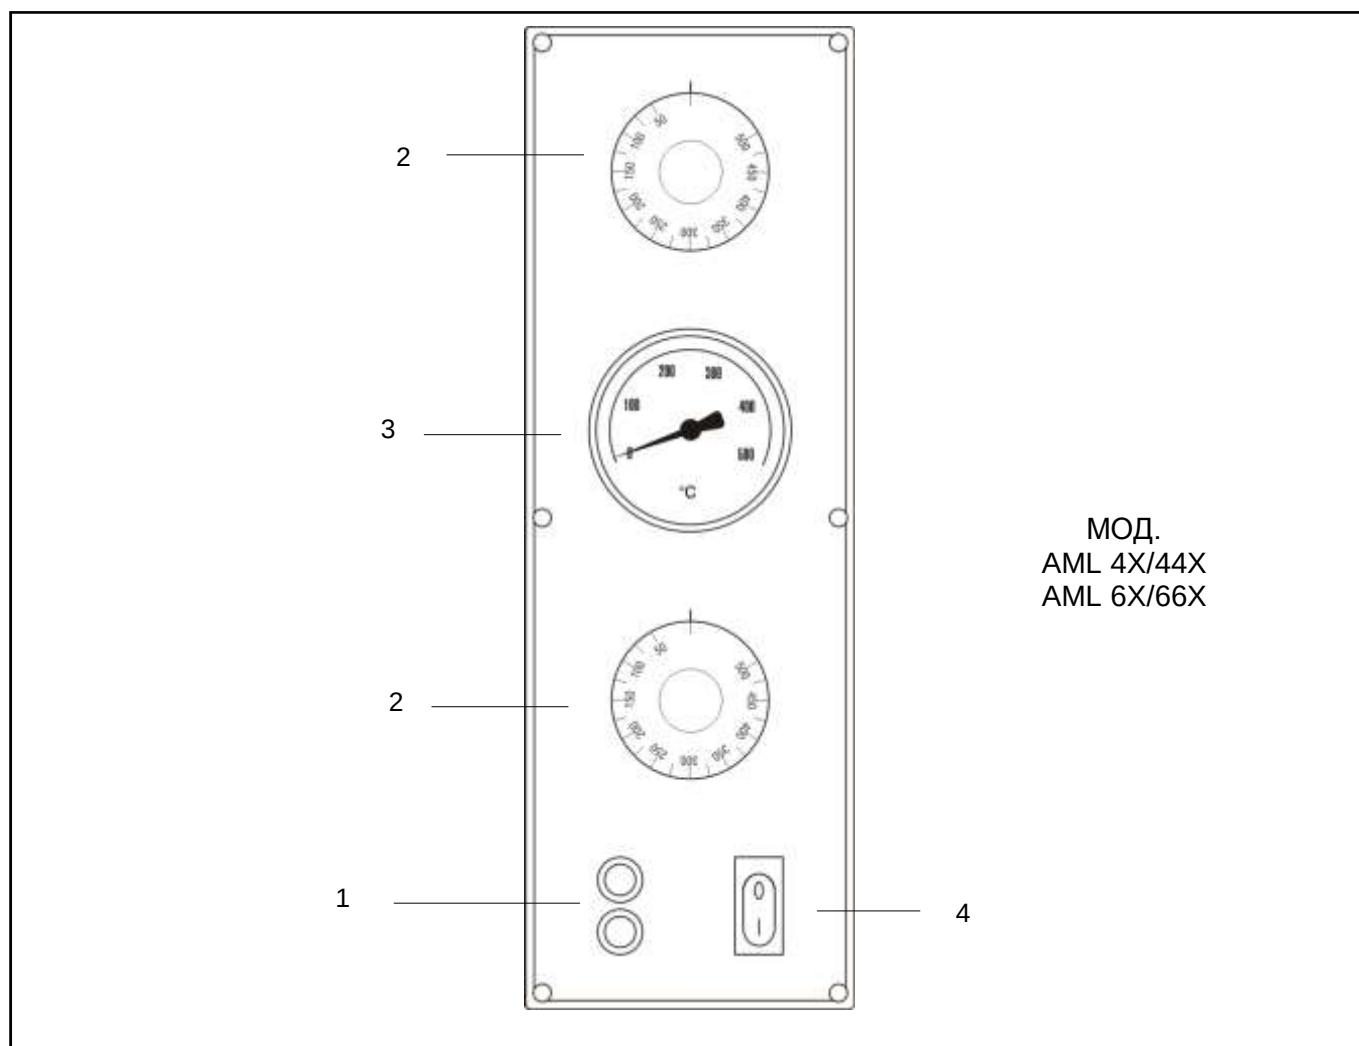

РИС. 7 (Панель управления)
Панель управления находится на лицевой стороне печи и имеет отличия в зависимости от модели, как показано на **РИС. 7**.
ОБОЗНАЧЕНИЯ РИС. 7
- 3) Активируйте резисторы, установив терморегуляторы (**РИС. 7- поз. 2**) на температуру **150 °C**, которая указана на ручке. Загораются соответствующие зеленые сигнальные лампочки, свидетельствующие о работе используемых резисторов;
- 5) Отключите резисторы, установив терморегуляторы (**РИС. 7 – поз. 2**) в **пол. «0»**. Соответствующие зеленые сигнальные лампочки погаснут;
- 7) Снова закройте дверцу и повторите операцию, описанную в подпункте **3)**, установив терморегуляторы (**РИС. 7 – поз. 2**) на температуру **400 °C**, которая указана на ручке.
- 9) Отключите резисторы, установив терморегуляторы (**РИС. 7 – поз. 2**) в **пол. «0»**; Зеленые сигнальные лампочки погаснут;
- 3) Активируйте резисторы, установив терморегуляторы (**РИС. 7- поз. 2**) на желаемую температуру, которая указана на ручке. Загораются соответствующие зеленые сигнальные лампочки, свидетельствующие о работе используемых резисторов;
- 4) Как только печь достигнет желаемой температуры (см. подпункт **9)** этого пункта), которая отображается на термометре (**РИС. 7- поз. 4**), можно поместить пиццу в печь для выпекания;
- 6) Чтобы включить освещение во внутренней части пекарной камеры, нажмите выключатель лампы печи (**РИС. 7 – поз. 5**);
- 1) Выключите печь, установив терморегуляторы (**РИС. 7 – поз. 2**) и выключатель резистора (**РИС. 7 – поз. 3**) в пол. «0»;